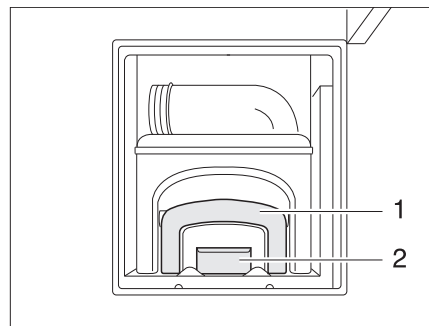

Fig. 252 Acceso al depósito de aguas fecales, abierto
- Accionar el desbloqueo (Fig. 252,2) y extraer el depósito de aguas fecales (cassette) sujetándolo del tirador (Fig. 252,1).